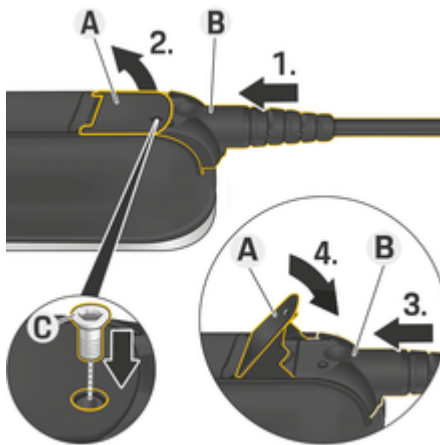

Fig. 104 Fijación del cable y el enchufe
- ✓ La palanca **A** (Fig. 104) está cerrada.
1. Inserte el enchufe **B** (Fig. 104) en la unidad de control hasta que note la primera resistencia.
2. Levante la palanca **A**(Fig. 104).
3. Inserte el enchufe **B** (Fig. 104) completamente.
4. Cierre la palanca **A** (Fig. 104).
5. Fije el enchufe **B** (Fig. 104) a la unidad de control con el tornillo **C** (Fig. 104).